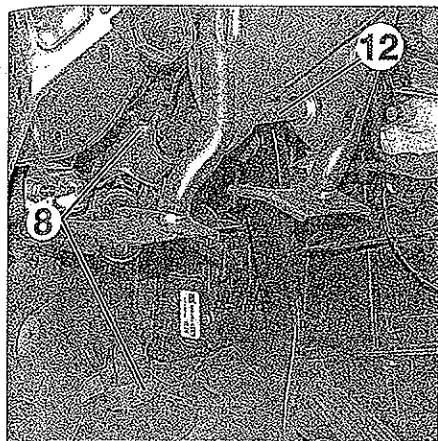
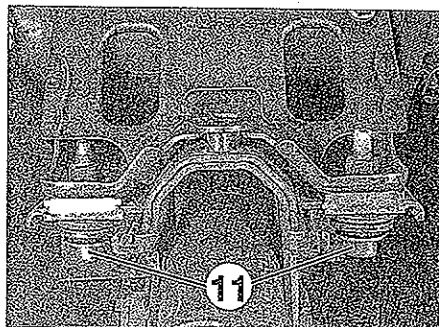

FIG. 10
FIG. 12
los tornillos de fijación (8) del eje intermedio de columna de dirección y separarlo de la caja de dirección (fig. 10).
- los dos tornillos de fijación (11) (fig. 12) y el tornillo (12) (fig. 10) de la columna de dirección.